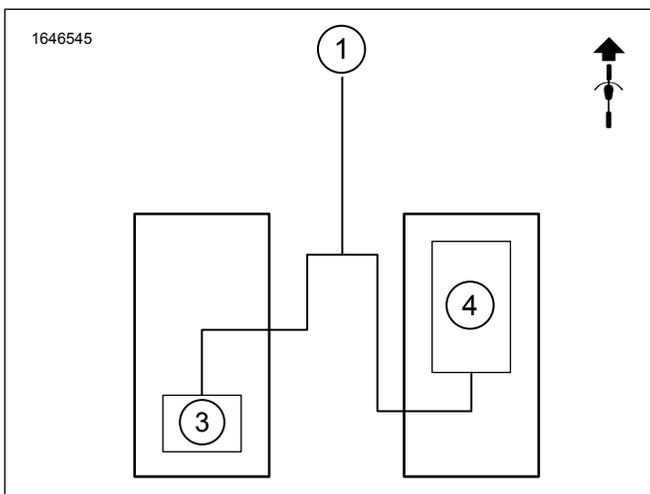
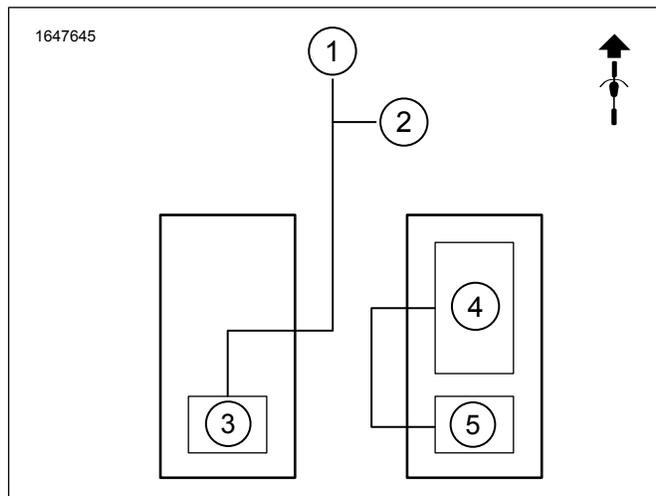
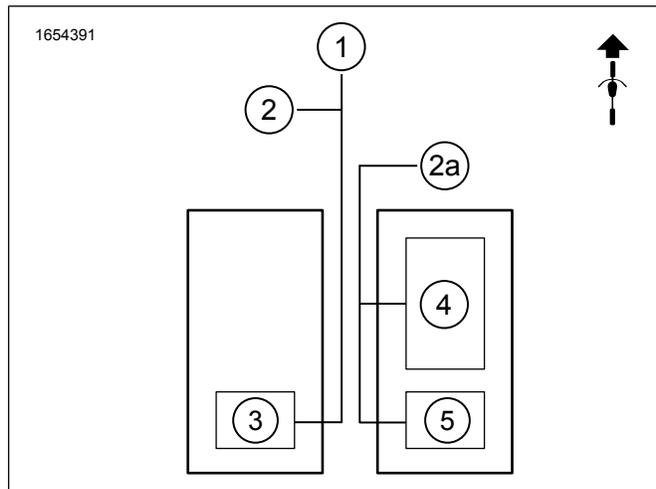
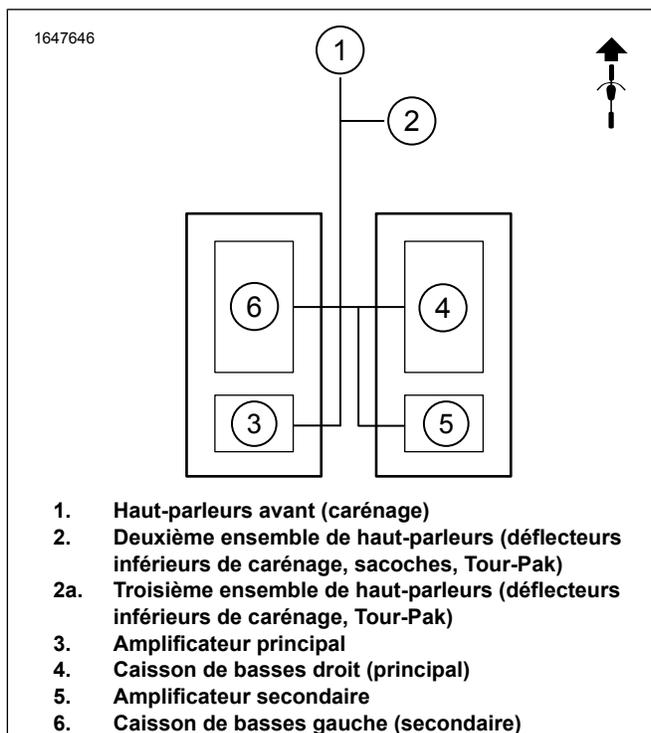

Figure 3. Caisson de basses simple, amplificateur unique, deux haut-parleurs
Figure 4. Caisson de basses simple, deux amplificateurs, quatre haut-parleurs
Figure 5. Caisson de basses simple, deux amplificateurs, six haut-parleurs
Figure 7. Caisson de basses double, deux amplificateurs, quatre haut-parleurs
Consulter Figure 3 , Figure 4 et Figure 7 et Figure 5 . Les systèmes de caisson de basses nécessitent deux canaux de l'amplificateur (les amplificateurs ont quatre canaux); par conséquent, l'installation de kits de caisson de basses principal et secondaire peut uniquement fonctionner avec des systèmes de deux ou quatre haut-parleurs. Les systèmes à six haut-parleurs ne fonctionneront qu'avec le kit de caisson de basses principal.
- a. Voir la Figure 3. Pour une configuration à un seul haut-parleur de graves, un seul amplificateur et deux haut-parleurs. Le connecteur du faisceau devra être recâblé. Reportez-vous à Recâbler le faisceau 69203031. Le fait de ne pas recâbler le connecteur entraînera un non fonctionnement de l'audio.
- b. Connecteur de faisceau d'amplificateur principal [351A] (sortie audio). Voir la Figure 3. **Équipé d'un caisson de basses simple, d'un amplificateur unique et de deux haut-parleurs.**
- c. Connecteur de faisceau d'amplificateur secondaire [352A\_1] ou [352A\_2](sortie audio). Voir la Figure 4. **Équipé d'un caisson de basses simple, de deux amplificateurs et de quatre ou six haut-parleurs.**